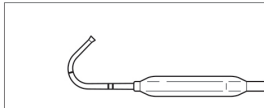

Figura 9: Curvatura mascellare
- Seni mascellari:** quando si trattano gli osti mascellari/gli infundiboli etmoidali, si raccomanda una curvatura di circa 120–135° (Figura 9) per ottenere l'accesso all'ostio mascellare naturale. Utilizzare lo strumento di curvatura incluso per ottenere queste geometrie.